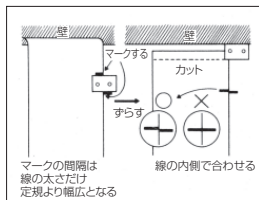

図5
- ②スライド線に沿って、シートを引き下げ、壁や下地に付けた印にシートの印を合わせます。合わせる位置は図5を参考に注意して合わせてください。